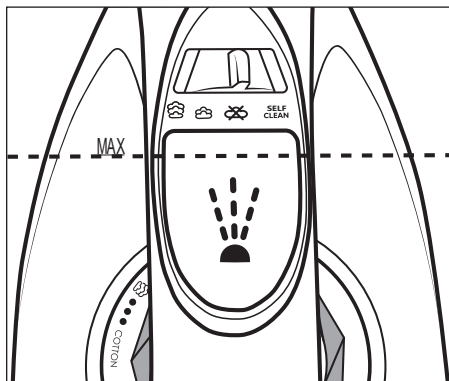

Fig. 1
- 3) Umpleți cu paharul gradat **11** rezervorul de apă  **2** cel mult până la marcajul **MAX** al rezervorului de apă (a se vedea fig. 1).